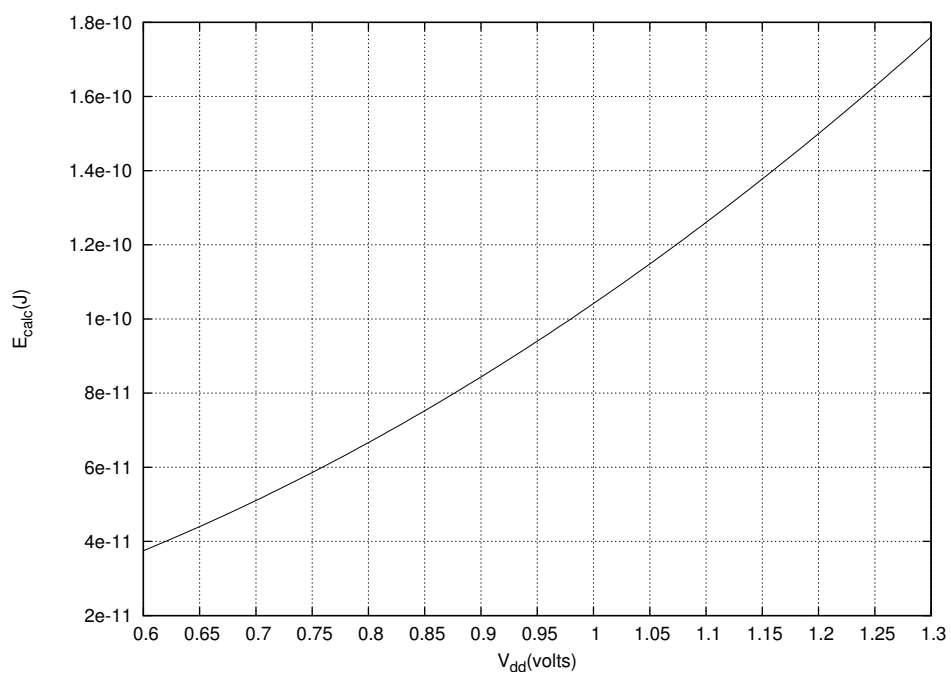

FIG. 4 : Energie consommée par calcul de la fonction F
- L'énergie consommée par calcul E_{calc} en fonction de la tension d'alimentation V_{dd} (voir **figure 4**)